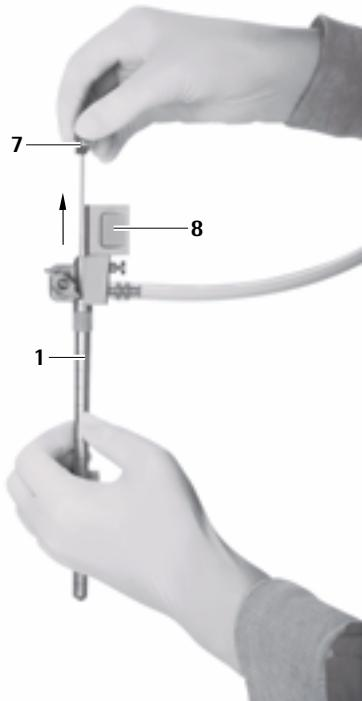

Abb. 9
- ▶ Obturator für ovalen Arbeitskanal **7** vorsichtig aus MINOP inVent-Trokar **1** herausziehen, siehe Abb. 9.